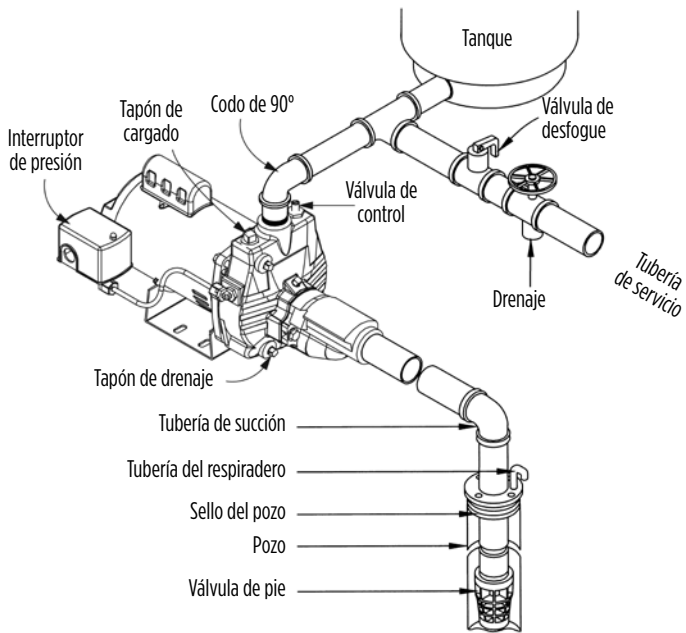
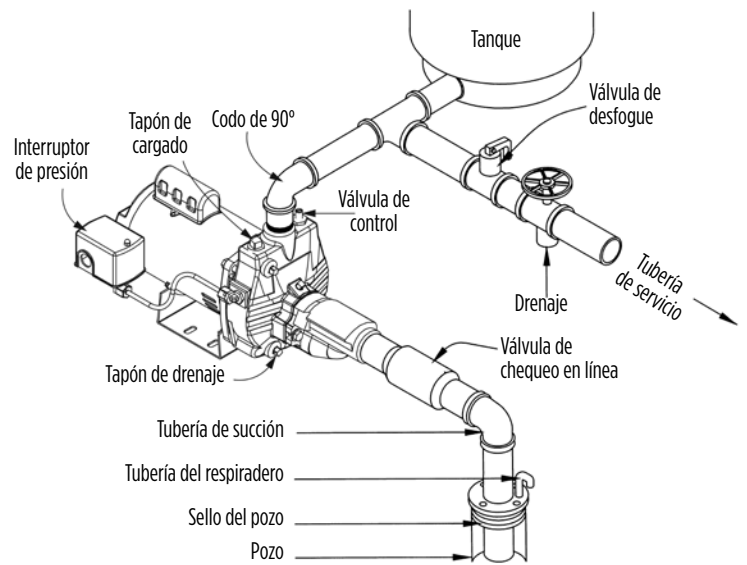

Fig. 9a - POZO POCO PROFUNDO
Fig.9b - POZO POCO PROFUNDO
13. Si la bomba incluye un manómetro o si desea instalar uno, se debe instalar en el orificio NPT de 6.4 mm (1/4 pulg) en la parte delantera del revestimiento, directamente en frente del punto de cebado. (Ver **Instalaciones típicas**, Fig. 9a, 9b, 9c o 9d).
Las instalaciones en pozos poco profundos utilizan una sola tubería que conecta la bomba al suministro de agua. Si su nivel freático fluctúa y puede alcanzar profundidades de bombeo mayores de 7.6 m (25 pies), siga las instrucciones para las aplicaciones de pozo profundo. Esta bomba se puede utilizar para pozos perforados (ver Fig. 9a) o pozos hincados (ver Fig. 9b). Los pozos perforados son hoyos en el suelo, perforados por perforadores de pozos profesionales que utilizan grandes perforadoras. Los pozos hincados utilizan una punta de perforación de pozo (también conocida como punta de perforación de arena), que es un tubo puntiagudo largo con un filtro que permite la entrada del agua y deja afuera la arena y el sedimento. El conjunto del inyector provisto con la bomba está preensamblado para ser utilizado en pozos de hasta 7.6 m (25 pies) y se instala **directamente en la bomba**.
3. Hay dos tipos de instalaciones de pozo poco profundo: pozos perforados (ver Fig. 9a) o pozos hincados (ver Fig. 9b). Los pozos perforados son hoyos en el suelo, perforados por perforadores de pozos profesionales que utilizan grandes perforadoras. Los pozos hincados utilizan una punta de perforación de pozo (también conocida como punta de perforación de arena), que es un tubo puntiagudo largo con un filtro que permite la entrada del agua y deja afuera la arena y el sedimento. El nivel de agua en un pozo hincado es bastante alto o está cerca del nivel del suelo (9.1 m [30 pies] como máximo). Siga con la instalación de pozo poco profundo correspondiente.
10. Si la bomba incluye un manómetro o si desea instalar uno, se debe instalar en el orificio NPT de 6.4 mm (1/4 pulg) en la parte delantera del revestimiento, directamente en frente del punto de cebado. (Ver **Instalaciones típicas**, Fig. 9a, 9b, 9c o 9d).
- Si la bomba incluye un manómetro o si desea instalar uno, se debe instalar en el orificio NPT de 6.4 mm (1/4 pulg) en la parte delantera del revestimiento, directamente en frente del punto de cebado. (Ver **Instalaciones típicas**, Fig. 9a, 9b, 9c o 9d).